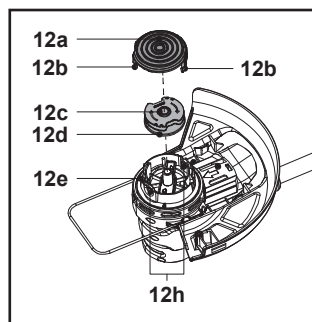

Fig. 23
- Scoate bobina de tăiere (12c) din carcasă (12e) (fig. 23).